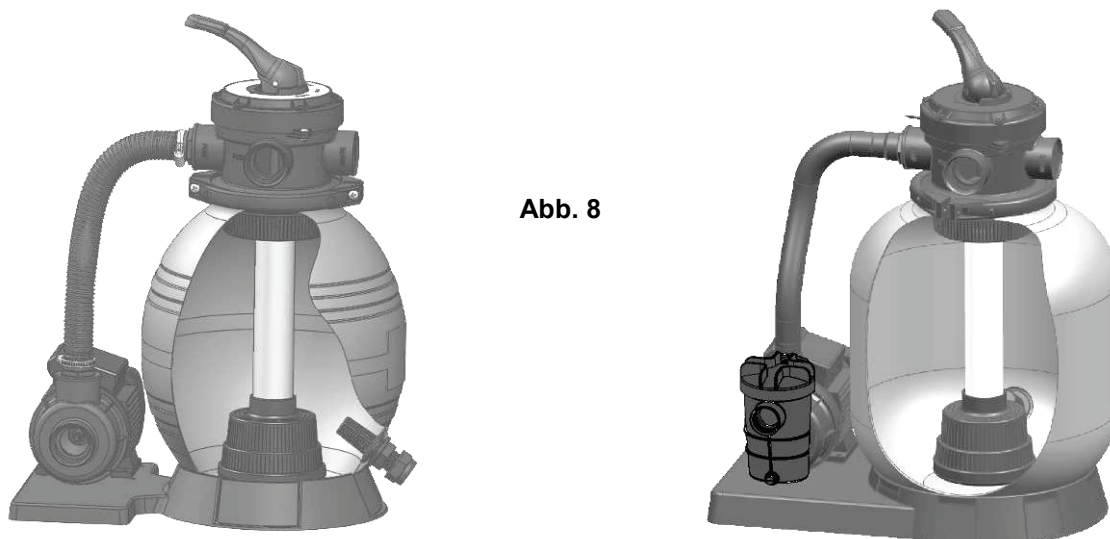

Abb. 8
8. Sichern Sie die Schläuche mit den beiliegenden Schlauchklemmen auf den Schlauchanschlüssen. (Abb. 8)